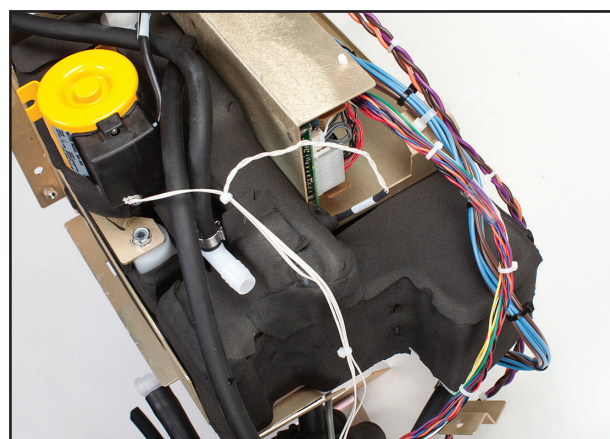

Fig. 8-58 Faisceau de capteur de température du réservoir en place
7. Modifier le ruban isolant selon les indications de sorte que le capteur T4 s'emboîte correctement dans le réservoir (voir Figure 8-58).